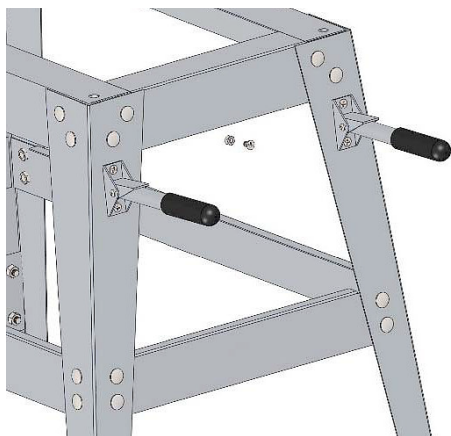

Fig. 12 : Montage des poignées de transport
10. Montez les poignées de transport sur le socle au moyen de 4 vis. (Figure 12)